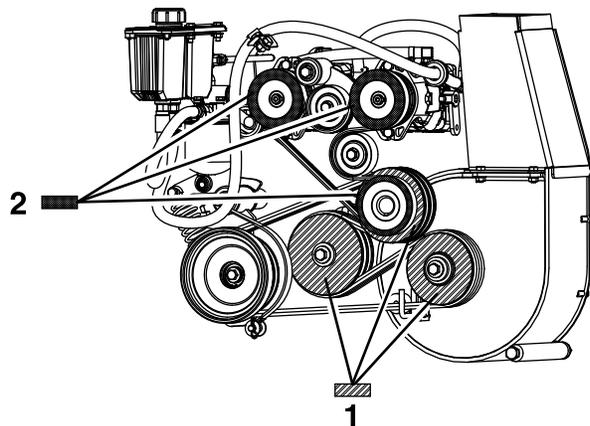

Figura 67
8. Misurando dalla puleggia del soffiatore come linea base, spostate il motore e il contralbero in modo che la superficie posteriore delle 3 pulegge sia allineata tra 0,8 e 1,6 mm (Figura 67).
4. Utilizzando un regolo, allineate ciascuna puleggia della pompa con la puleggia del motore, facendola scorrere lungo l'albero della pompa (Figura 67).